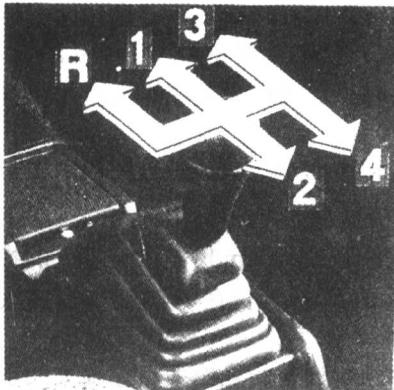
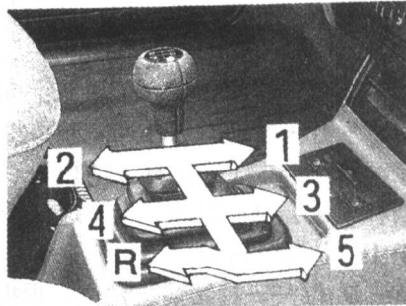

图 1-5 四档手动变速器排档位置
图 1-6 五档手动变速器排档位置
(2) 使用注意事项。对于手动变速器来说，在使用时主要是对变速杆进行控制，桑塔纳轿车分为四档和五档两种变速器形式，对应的排挡位置如图1-5和图1-6所示，在图中R表示倒档。提到倒车档，在这里要多说一句，在挂入倒档时，只有在车辆静止时才能挂入。首先将变速杆向下按，然后再对应排挡位置挂入，因为倒档不设同步器装置，所以在发动机运转的情况下，为了避免出现齿轮啮合不良，产生“嘎嘎”声，所以要求驾驶员必须把离合器踏板踩到底（离合器外